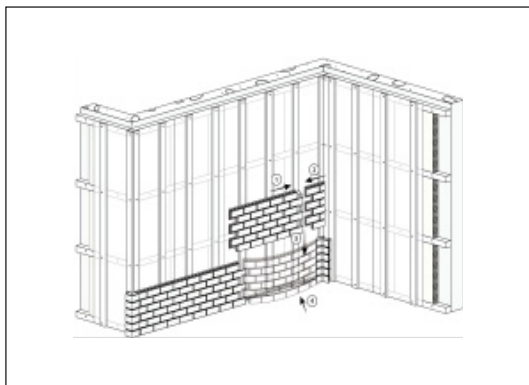

图7 安装尾板
- 4.12 尾板安装 (见图 7): 将最后一块墙板如第一块板一样切割成合适尺寸进行安装。